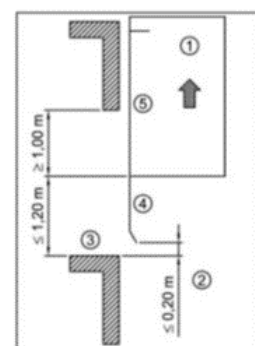

Abb. 2
- ① Fahrkorb
- ② Schacht
- ③ Haltestelle
- ④ Fahrkorbschürze
- ⑤ Fahrkorbzugang
3.1.2 Abb.2: Kabine bewegt sich aufwärts